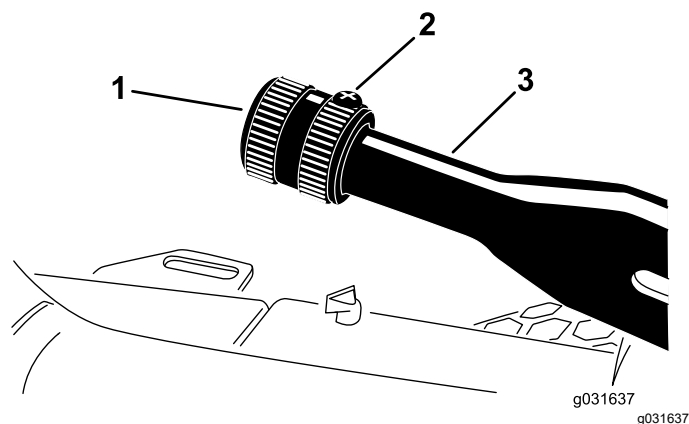

Figura 61
1. Allentate la vite a pressione che fissa la manopola alla leva del freno di stazionamento (Figura 61).